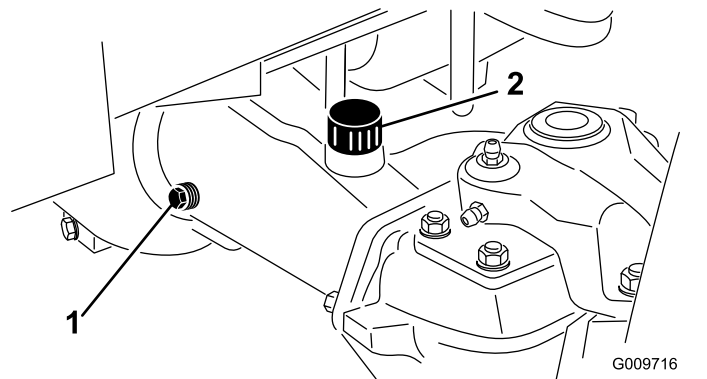

图 57
2. 从轴的 1 端取出检查塞确保润滑油向上直至孔的底部图 57。